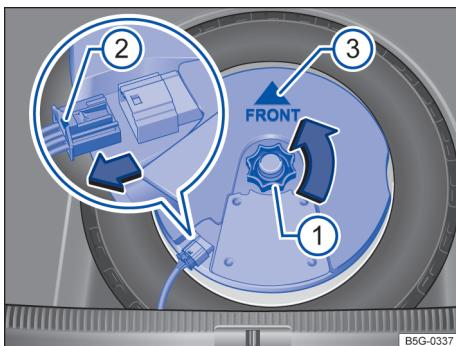

Fig. 247 No compartimento de bagagem: desinstalar o subwoofer (variante 2).
- Girar o manípulo → Fig. 247 1 para fora no sentido da seta.
- Para destravar o conectar, pressionar o travamento na extremidade do conector → Fig. 247 2.
- Colocar o subwoofer cuidadosamente na base do aro. Para isto, a ponta do símbolo da seta "FRONT" no subwoofer → Fig. 247 3 deve apontar para frente.
- Introduzir o conector até que o travamento → Fig. 247 2 encaixe no lugar de forma audível.
- Girar o manípulo → Fig. 247 1 no pino rosqueável no sentido contrário ao da seta até que o subwoofer esteja preso com segurança.